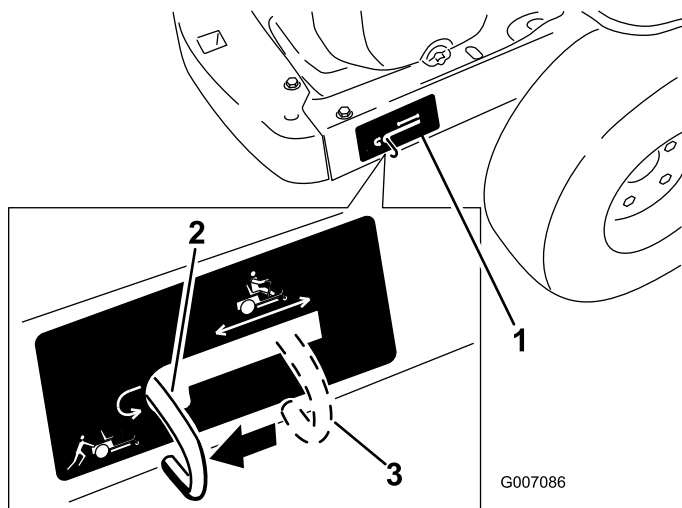

Figura 23
- Spostate le leve by-pass indietro e poi verso il basso per bloccarle in posizione come riportato nella Figura 23 per disinserire i motori della ruota. Ripetete l'operazione su ciascun lato della macchina.
Spostate le leve by-pass verso l'alto e spingetele in avanti, fino a **metà** della scanalatura orizzontale (Figura 23) per innestare i motori della ruota.